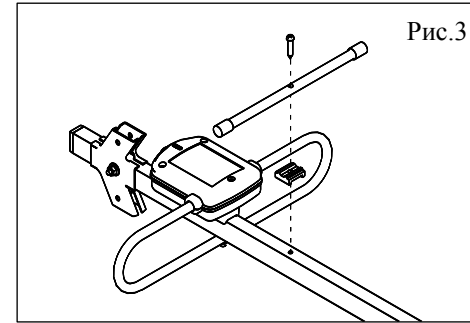

Рис.3
5.5.Установить трубчатый директор согласно рис.3, используя для крепления самонарезающий винт№5. Между штангой и директором поставьте пластмассовую подкладку.